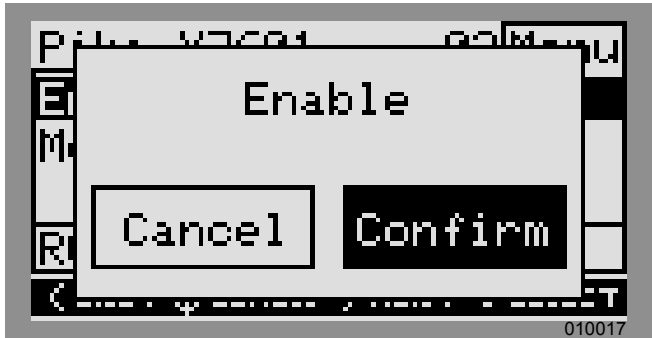

Figure 6-8. Activer l'onduleur (3 de 4)
5. Voir Figure 6-8. Appuyer sur la flèche droite puis sur la touche centrale pour confirmer.